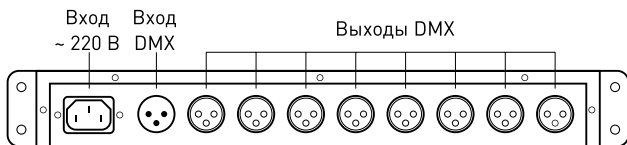
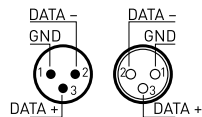

Рис. 2. Размещение разъемов.
Рис. 3. Распайка разъемов XLR3.
- 3.3. Подключите провода от контроллера DMX к входу DMX-дистрибьютора (Рис. 2). Распайка разъемов приведена на Рис. 3. Соблюдайте полярность при подключении проводов.